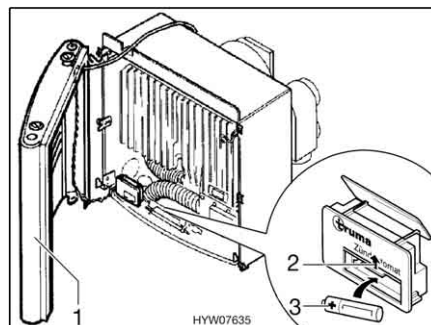

Fig. 82 Riscaldamento acceso
- Posare da un lato la copertura (Fig. 82,1) di modo da non dover estrarre il cavo di allacciamento per la ventola dell'aria calda e per la lampadina di controllo accensione.
- Spingere la copertura del vano batteria sul dispositivo di accensione (Fig. 82,2) verso l'alto.
- Inserire una nuova batteria (Fig. 82,3) dello stesso tipo nel vano batteria rispettando la polarità (+/-). Utilizzare soltanto batterie Mignon resistenti alle alte temperature (+70 °C) e sicure da perdite.